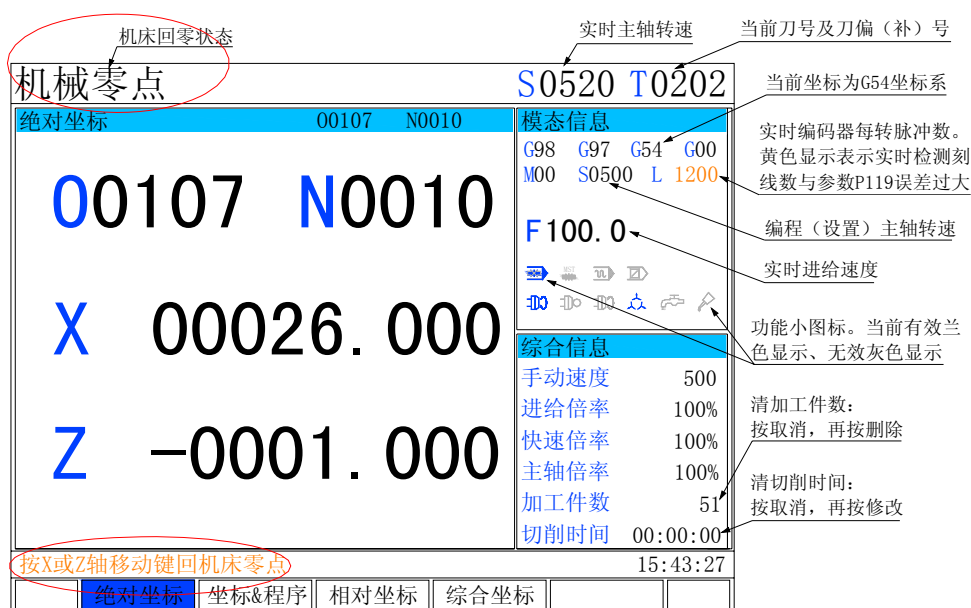

图 9.1.2-1
1、按 **回机床零** 键，进入机床回零操作方式，显示如下图 9.1.2-1：